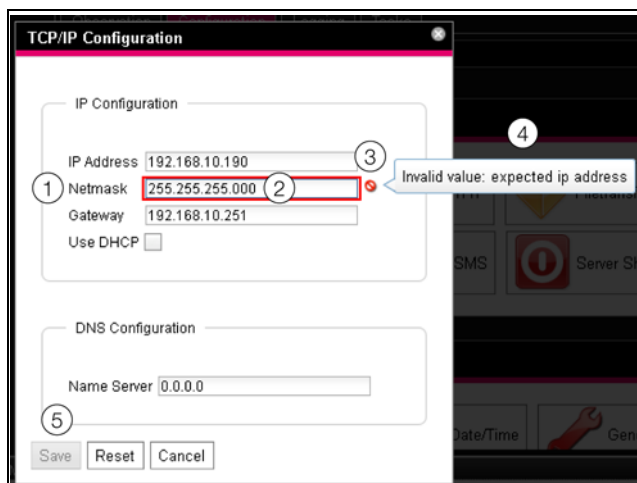

Рис. 76: Отображение ввода неправильного значения
- После неправильного значения (рис. 76, поз. 2) в поле **Netmask** (рис. 76, поз. 1) появляется красный "символ запрета" (рис. 76, поз. 3).
- Если Вы подведете курсор мыши к символу запрета, появится подсказка с дополнительной информацией об ошибке (рис. 76, поз. 4).
- Кнопка **Save** деактивирована (рис. 76, поз. 5), таким образом, введенные значения не могут быть сохранены.